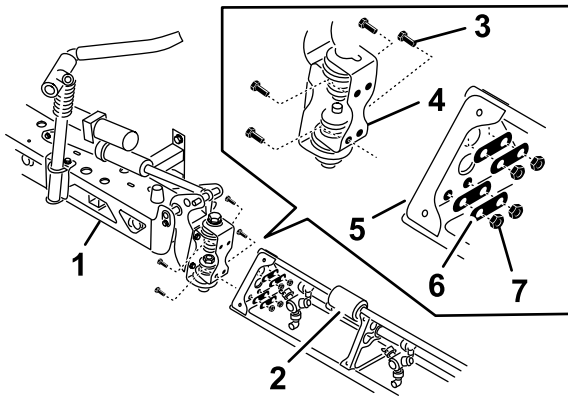

図 30
2. センターブームの両端にあるピボットブラケットを、垂直方向に向ける 図 30。
4. ヒンジプレートを三角形プレートに固定する ステップ 1 で外したフランジヘッドボルト4本、バックギングプレート4枚、フランジロックナット4個を使用して 図 30 のように取り付ける。
6. ブーム昇降シリンダのロッドの先端を、ピボットブラケットのホーンツノの穴に合わせる 図 30。
7. クレビスピンとヘアピンで、ロッドの先端をピボットブラケットに取り付ける 図 30。